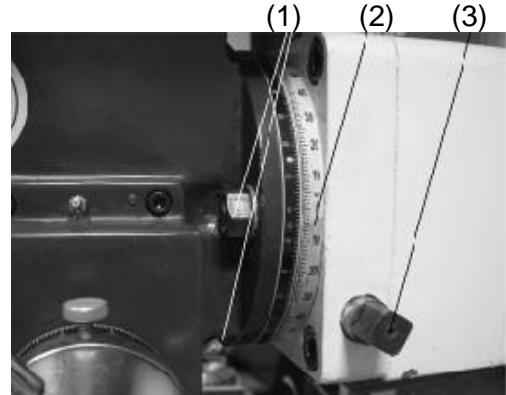

Рис.8
Для наклона фрезерной головы вертикального шпинделя необходимо ослабить 2 гайки (1), извлечь позиционирующий штифт и поворачивая ключом 4x-гранный винт (3) влево или вправо, установить голову в необходимое положение, угол наклона можно контролировать по шкале (2), Рис.8.